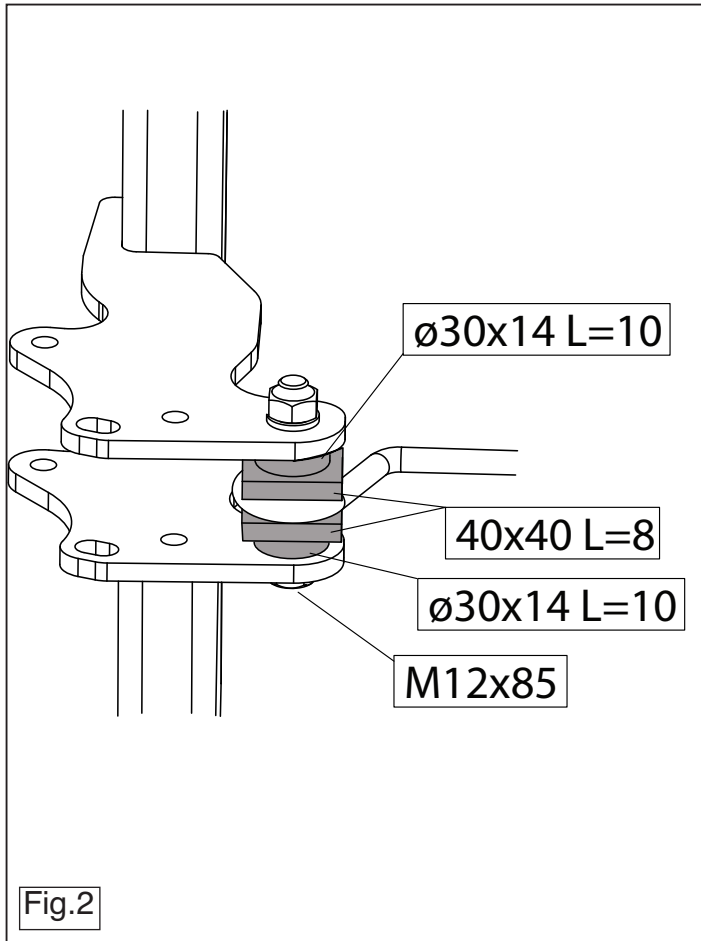

Fig.2
7. Прикрепить поперечный брус в середине к буксировочному уху (рис. 2).